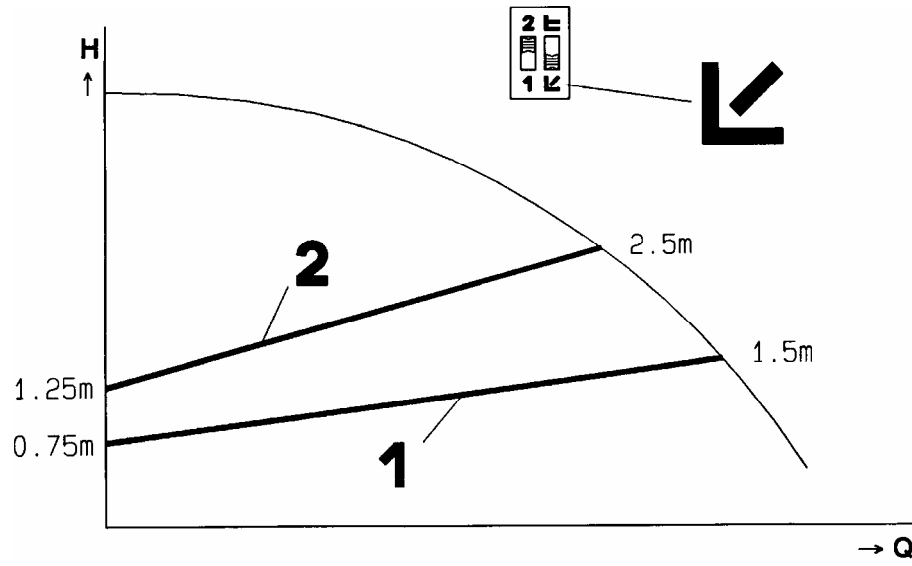

Рис. 3
- **Переменный напор насоса ( $\Delta p-v$ ):** Рис. 3: С помощью электроники напор насоса пропорционально увеличивается между  $\frac{1}{2} H$  и  $H$  при увеличении расхода или уменьшается при его уменьшении.